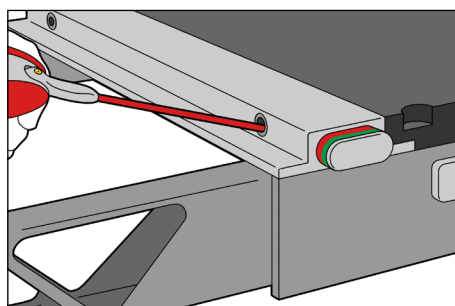

图4
4. 将润滑剂喷布于安装孔内。（图4）
6. 再次将润滑剂喷布于安装孔内。（图4）